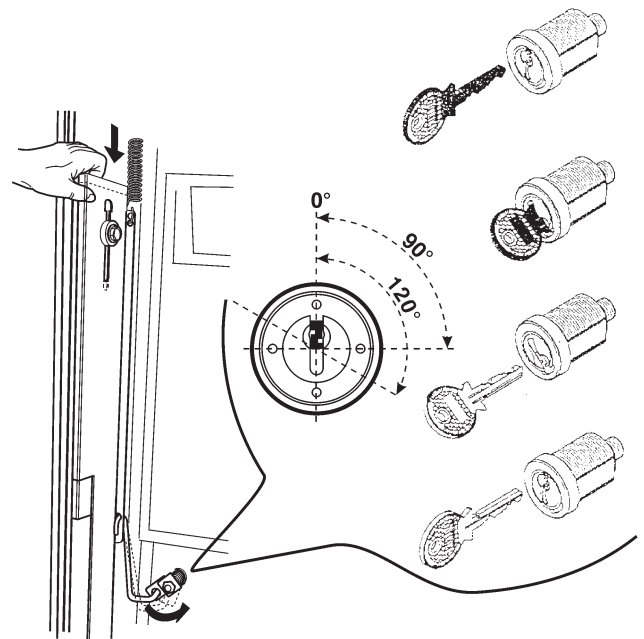

Fig. 4
- efectuar la tareas con la puerta abierta bajando la varilla de cierre con el enganche especial (véase la fig. 4) para facilitar la rotación a 120°;